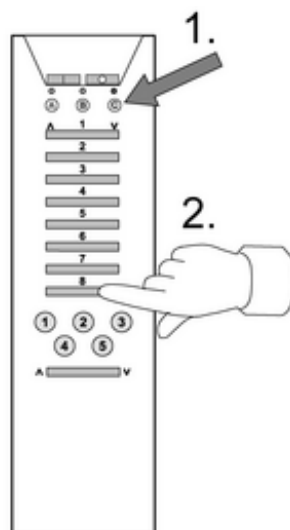

Bild 3
- Mit Funk-Handsender: Kanalgruppe **C** auswählen und anschließend Kanaltaste **8** (Λ oder V) länger 1 Sekunde betätigen (Bild 3).